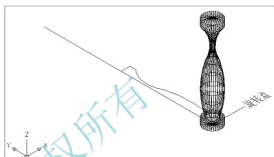

图 6.49 使用【三维旋转】命令旋转后的花瓶
- (5) 在**指定旋转角度或 [参照 (R)]:**提示下,输入“90”,表示将逆时针旋转 90°,结果如图 6.49 所示。